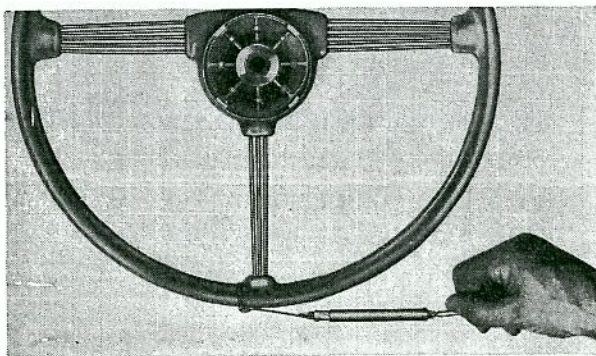

Bild 38. Mätning av rattmoment.
10. Sätt på ratten och fäst en fjädervåg i rattkran-sen (bild 38). Skruva ned justerskraven tills en kraft av 0,4—0,7 kg erfordras för att vrida ratten förbi mittläget. När rätt ansättning er-hållits monteras låsbricka och kapselmutter på lock av gjutjärn. Låsbrickan finns i två olika utföranden beträffande inre låstappens place-ring för att medge fininställning av juster-skraven. På lock av lättmetall låses justerskr-ven med mutter. Upprepa provet efter läs-ningen.